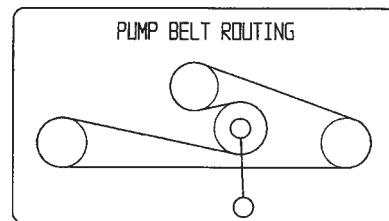

Figure 73
1. Abaissez la poulie de tension rappelée par ressort et enlevez la courroie des poulies du moteur et de la pompe hydraulique (Fig. 73). Enlevez la courroie entre les poulies.
2. Installez la courroie neuve sur les poulies du moteur et de la pompe hydraulique (Fig. 73).
3. Abaissez la poulie de tension rappelée par ressort et alignez-la sous la courroie de transmission, puis relâchez-la (Fig. 73).